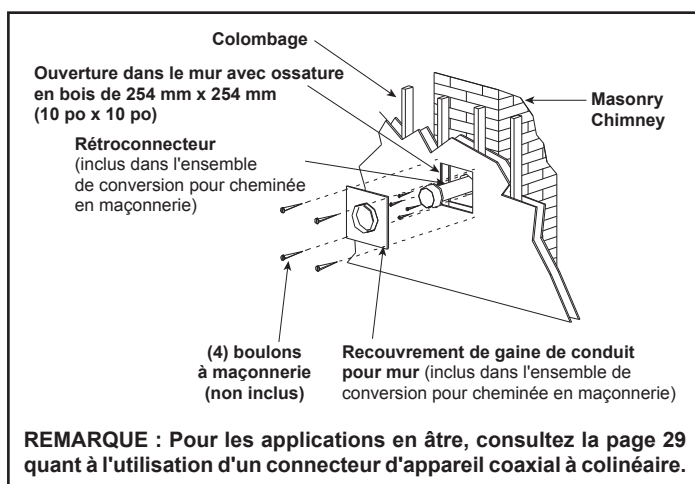
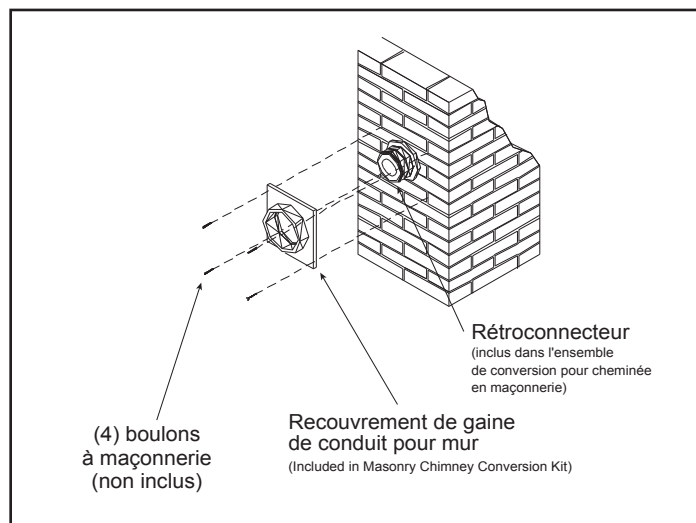

Figure 4.25
Figure 4.30
2. Une fois la position du centre déterminée, créez un orifice de diamètre 152 mm (6 po) dans la maçonnerie. Si le trou est trop grand, le rétroconnecteur pourrait être installé incorrectement ; si le trou est trop petit, l'appareil pourrait manquer d'air entrant. Si le mur en maçonnerie est recouvert d'un mur de bois, pratiquez-y une ouverture carrée de 254 mm (10 po) de côté (centrée sur l'orifice de 152 mm (6 po) dans le mur en maçonnerie). Si ce mur est seulement de panneaux de plâtre (sans charpente de bois), vous devrez quand même y pratiquer une ouverture de 254 mm (10 po), mais aucune charpente de bois ne doit y être installée. Si l'orifice est encadré de bois, une gaine de conduit pour mur est nécessaire. Cela permet d'installer le rétroconnecteur directement sur le mur de maçonnerie et d'obtenir les dégagements adéquats par rapport aux matériaux inflammables. Voir la Figure 4.25.
10. Glissez la gaine de conduit sur le rétroconnecteur et fixez-la en place avec des boulons de maçonnerie. Voir la Figure 4.30. Si un mur en bois doté d'une bâti recouvre la maçonnerie, utilisez des vis à bois pour fixer le couvercle de la gaine du conduit au mur, par-dessus le rétroconnecteur et dans l'ouverture carrée de 254 mm (10 po). Consultez la figure 4.25. Si nécessaire, ajoutez une section directe de conduit d'évacuation au rétroconnecteur pour le prolonger et passer par l'ouverture du couvercle de la gaine de conduit.